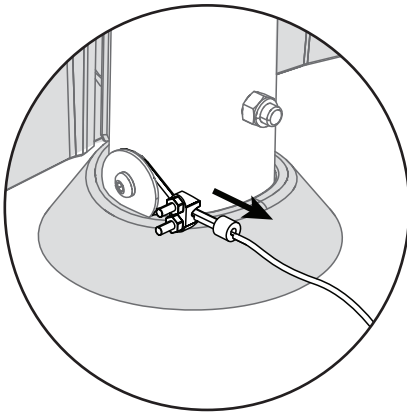
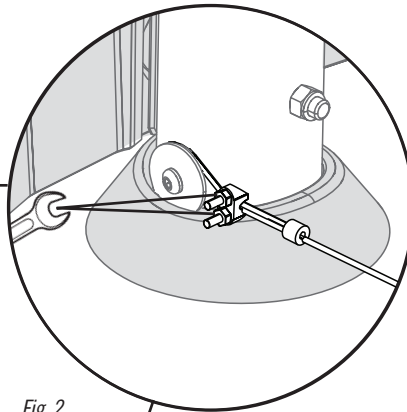
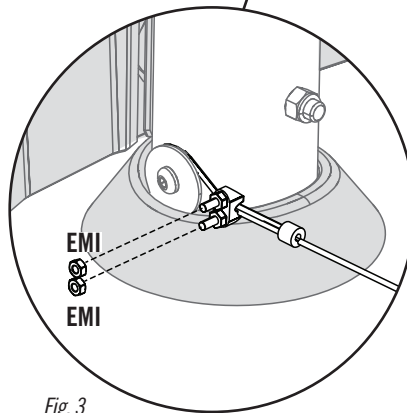

Fig. 1
Fig. 2
Fig. 3
- Now, remove any slack in the cable (**Fig. 1**), then tighten the nuts already on the cable as shown (**Fig. 2**). Secure two additional sets of **Nuts (EMI)** (**Fig. 3, 4**) to the cable to cover any exposed threads.
- Maintenant, éliminer tout jeu du câble (**Fig. 1**), ensuite serrez bien les écrous qui sont déjà sur le câble comme illustré (**Fig. 2**). Attachez deux jeux d'écrous (**EMI**) (**Fig. 3, 4**) supplémentaires au câble pour couvrir du filetage exposé.
- Ahora, elimine cualquier distensión en el cable (**Fig. 1**), entonces apriete las tuercas ya están en cable como se muestra (**Fig. 2**). Sujete dos juegos de **Tuercas (EMI)** (**Fig. 3, 4**) adicionales al cable para cubrir cualquier rosca expuesta.